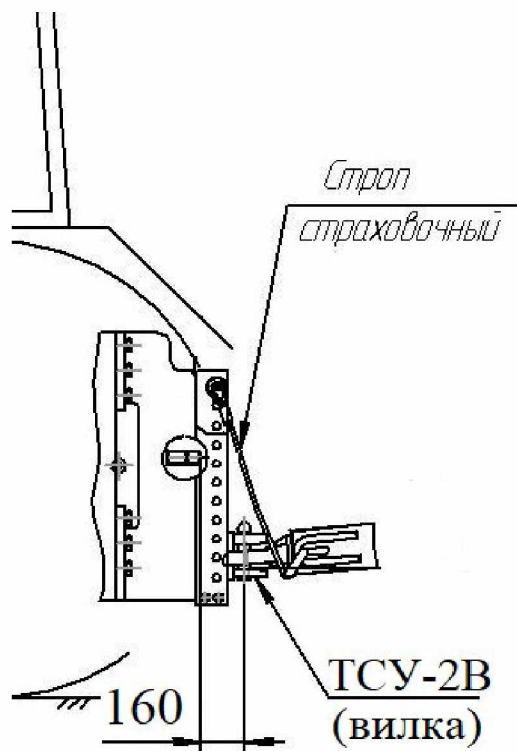

Рисунок 5.1 – Схема агрегатирования с трактором
4.2 При агрегатировании прицепа с трактором необходимо сцепную петлю соединить с ТСУ-2(гидрокрюк) или ТСУ-2В(вилка) трактора, а страховочные стропы подсоединить к местам крепления на тракторе (рисунок 5.1).
- соединить сцепную петлю прицепа с ТСУ трактора и закрепить страховочные стропы к месту крепления на тракторе (рисунок 5.1);